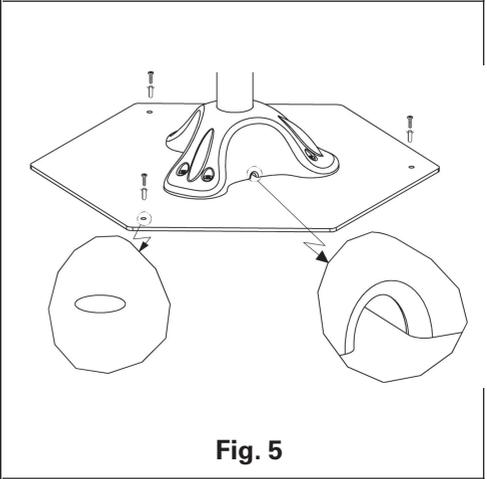

Fig. 5
- De baixo (mod. 769) da maneira seguinte: desaparafusar os 6 parafusos de blocagem da base, deixar passar o cabo no interior da base de plastico e depois através do poste até à conca do aparelho e efectue a posta dos cabos como acima indica. Fixe os parafusos da base assegurando-se que o cabo de alimentacao seja bloqueado na abertura indicada na fig. 5.
Se houver o risco de quedas accidentais, fixe o aparelho de maneira oportuna. Por exemplo, pode-se ancorar a base ao chão com embutidores mediante os três orifícios provistos para o efeito como na fig. 5.